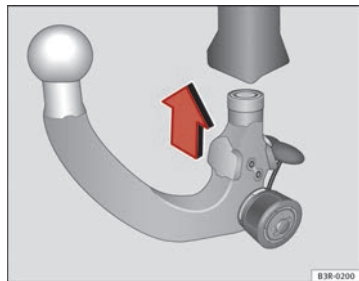

Fig. 156 Dispositivo desmontable para remolque: Colocar la rótula
- Coloque la rótula pretensada en el tubo de enclavamiento y haga presión hacia arriba en la dirección que indica la flecha ⇒ fig. 156 ⇒ Δ. El proceso de bloqueo se realiza de un modo automático. En ese momento debe poder oírse claramente un chasquido de encaste.